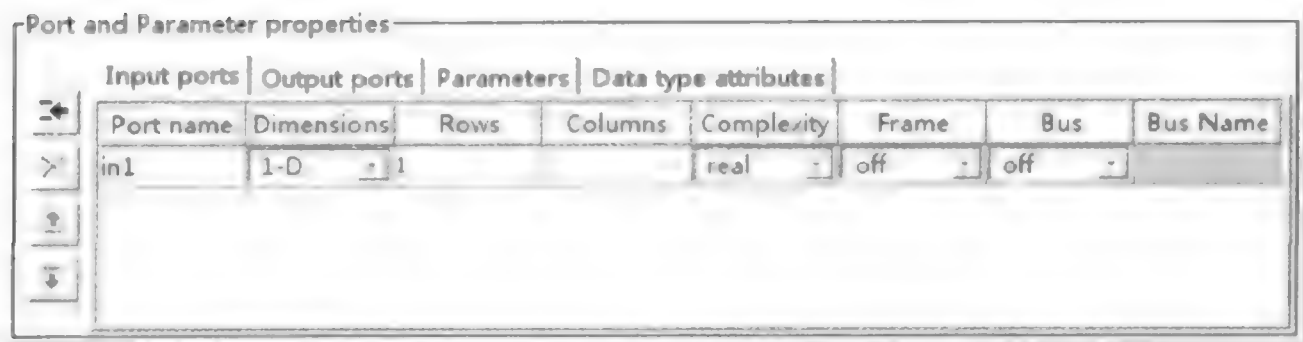
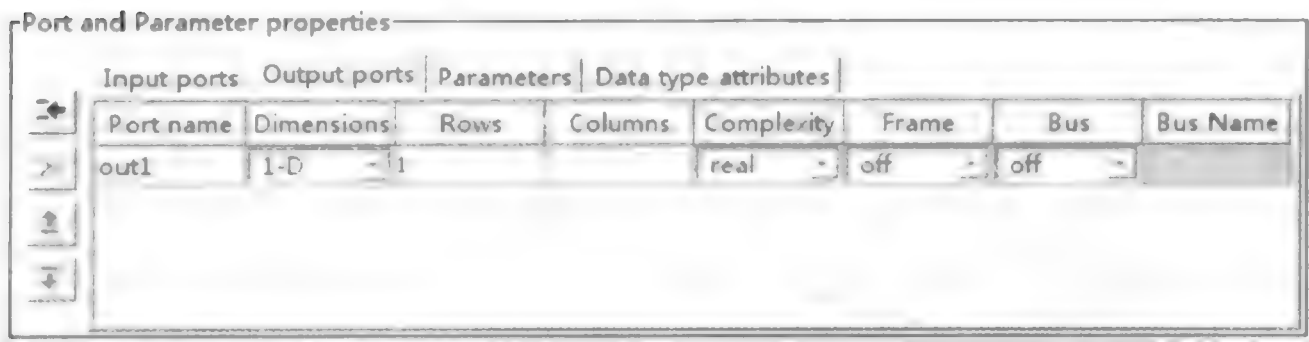

图 4.1.11 Input Ports 界面
图 4.1.12 Output Ports 界面
- (1) 在 S-function name 字段中输入 times2。
- (2) 初始化界面在本例中不需要更改。
- (3) 在 Data Properties 中,将输入/输出定义为 in1、out1,如图 4.1.11、图 4.1.12 所示。